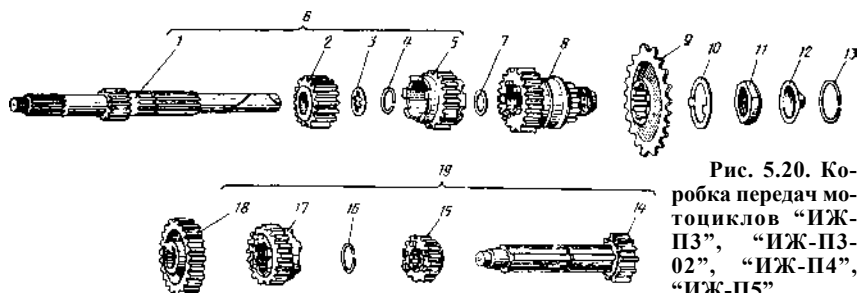

Рис. 5.20. Коробка передач мотоциклов “ИЖ-ПЗ”, “ИЖ-ПЗ-02”, “ИЖ-П4”, “ИЖ-П5”
- положить в левую половину картера шестерню 18 1-й передачи (см. рис. 5.20) кольцевой выборкой к подшипнику;